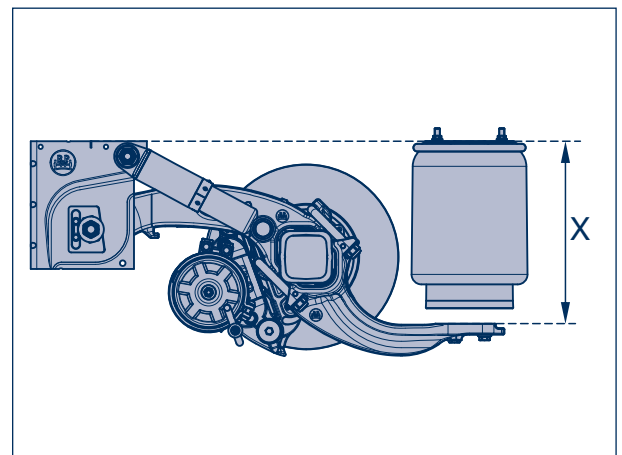

Figure 8
Pendant le processus de serrage, toujours garantir la présence de l'espace entre les brides de ressort et les rayons de corps d'essieu, ainsi que la position des composants en fonte (bras de guidage et support de coussin) par rapport au corps d'essieu (repères en couleur, figure 8).
- [16] Mesurer l'entraxe X (figure 8). Ce dernier doit correspondre à la valeur notée lors de l'étape de travail [2]. Tolérance +/- 1 mm.